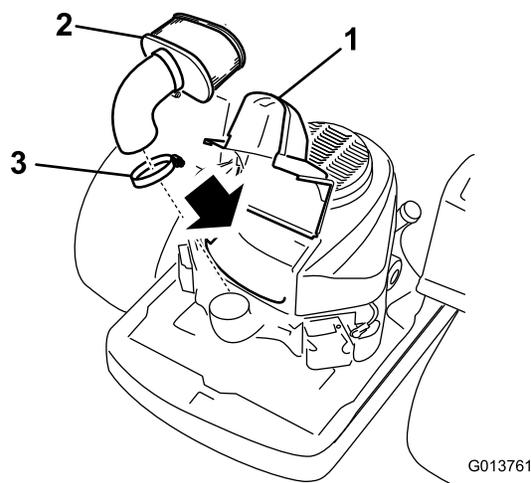

Figura 26
3. Limpie alrededor de la tapa del limpiador de aire para evitar que la suciedad penetre en el motor y cause daños. Levante la cubierta y retire la abrazadera que sujeta el conjunto del limpiador de aire al motor (Figura 26).
4. Afloje la abrazadera y retire el elemento de papel (Figura 26).